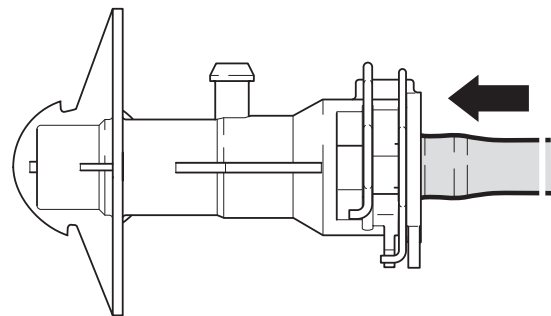

Bild 4: Bei eingeschobenem Leitungsanschluß und geschlossenen Clips ist die Entlüftungsbohrung verschlossen
9. Leitung bis zum Anschlag in den Anschluss schieben (Bild 4)